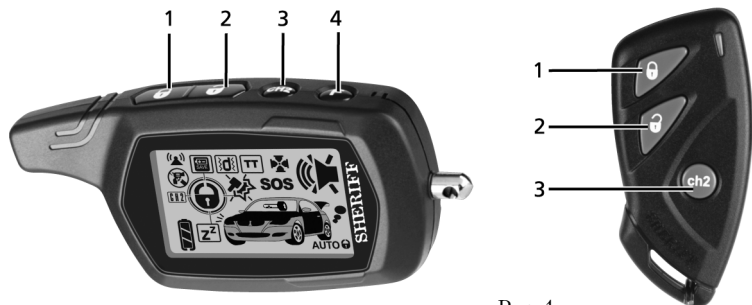

Рис. 1
- Нажмите и удерживайте кнопку 1 (см. рис. 1) первого передатчика, до тех пор, пока Вы не услышите длинный сигнал сирены, подтверждающий, что программирование первого передатчика закончено (каналы передатчика будут запрограммированы автоматически). При этом СИД начнет редко мигать;
- Нажмите и удерживайте кнопку 1 (см. рис. 1) второго передатчика, до тех пор, пока Вы не услышите длинный сигнал сирены, подтверждающий, что программирование второго передатчика закончено. При этом СИД начнет редко мигать;
- Нажмите кнопку 1 (см. рис. 1) первого брелока-передатчика. Система подтвердит запись нового кода брелока в память звуковым сигналом;
- Нажмите кнопку 1 (см. рис. 1) второго брелока-передатчика. Система подтвердит запись нового кода брелока в память звуковым сигналом;